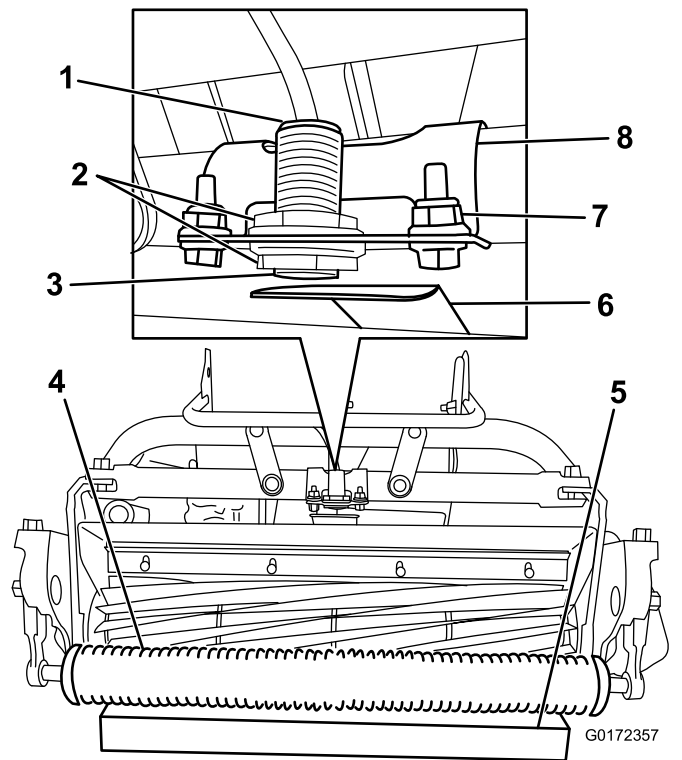

Figura 17
2. Afloje las contratuercas del sensor y ajuste el sensor hasta que quede visible una rosca por debajo de la contratuerca inferior (Figura 17).
4. Coloque un bloque de 3,8 cm debajo del rodillo delantero de la unidad de corte (Figura 17).
5. Afloje las fijaciones que sujetan el soporte del sensor al bastidor (Figura 17).
8. Gire el soporte del sensor hacia la placa objetivo hasta que se encienda la luz situada encima del sensor (Figura 17). Si la luz ya estaba encendida, gírelo hacia fuera hasta que se apague la luz, y luego en sentido contrario justo hasta que se vuelva a encender.